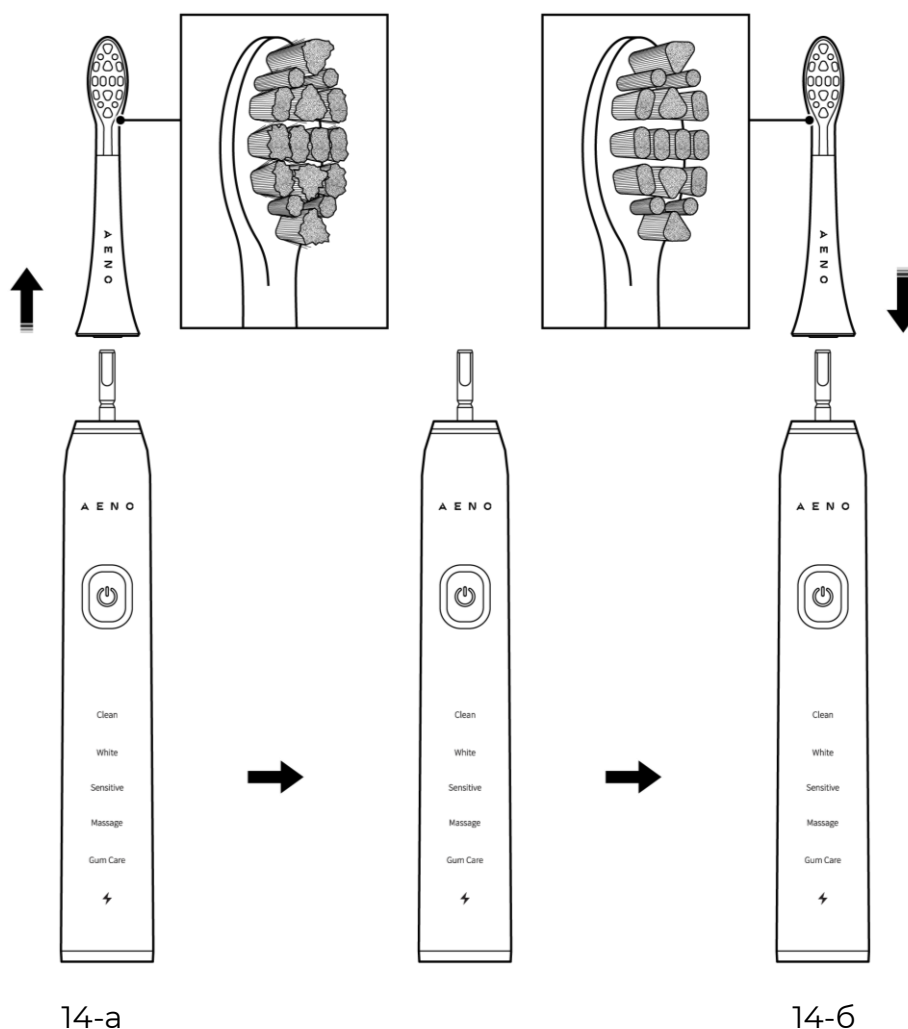

Рисунок 14 – Замена сменных насадок
1. Снимите изношенную насадку, потянув ее вверх (см. рисунок 14-а). Не прилагайте излишних усилий.
3. Не прилагая излишних усилий, установите новую сменную насадку на ручку зубной щетки до упора (см. рисунок 14-б).